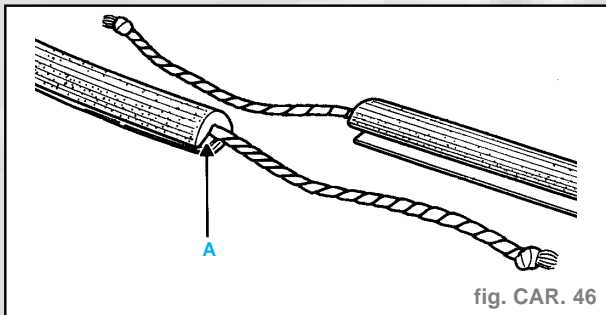

fig. CAR. 46
- Remettre en place le joint de finition intérieur sur la cassette (avant remontage de celle-ci) en insérant préalablement un bout de ficelle dans la gorge (A) sur toute la longueur du joint (fig. CAR. 46).